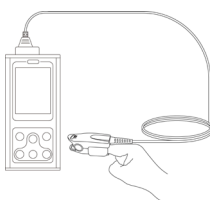

Figura 5. Raffigurazione del corretto posizionamento del dito
- Il dito deve essere posizionato correttamente (vedere figura 5 allegata), poiché un montaggio errato o una posizione di contatto con il sensore impropria influenzeranno la misurazione.
A Inserire il dito nella sonda come mostrato nella Figura 5.
(L'aspetto della sonda reale può essere diverso da quello illustrato nella Figura 5, pertanto si prega di fare riferimento alla sonda reale.) B Premere il pulsante di Accensione/Spegnimento - Conferma per accendere il dispositivo, verrà visualizzata l'interfaccia di misurazione. C Attendere alcuni secondi, quindi il dispositivo mostrerà il risultato della misurazione direttamente sullo schermo. Nota: quando si inserisce il dito, assicurarsi che l'unghia sia posizionata sullo stesso lato del tubo di emissione della luce.